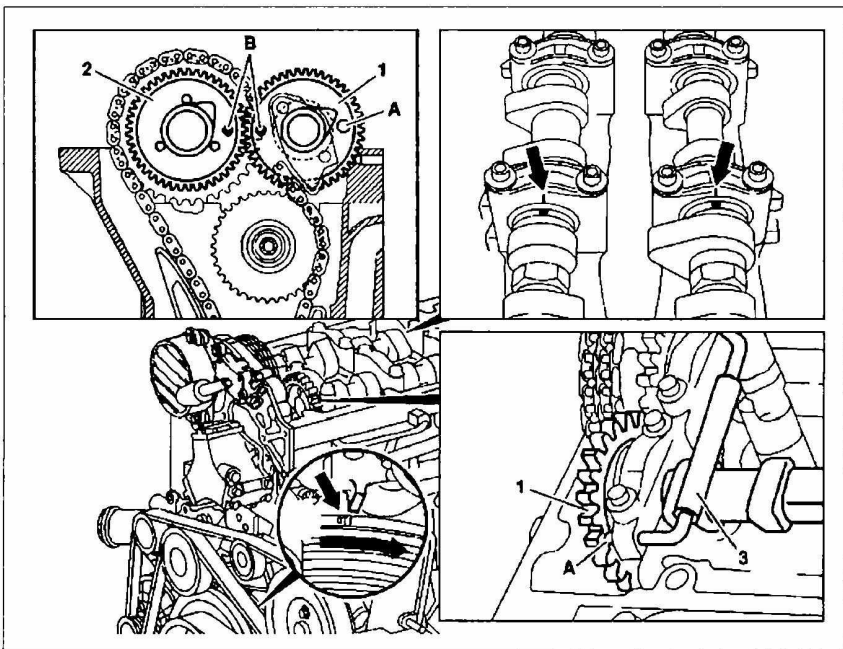

Рис. 20. Проверка основного положения распределительных валов:
3. Заблокируйте впускной распределительный вал 1 с помощью блокировочного пальца 3, вставив его в отверстие А (рис. 20).
3. Заблокируйте впускной распределительный вал **1** с помощью блокировочного пальца **3**, вставив его в отверстие **А** (рис. 20).